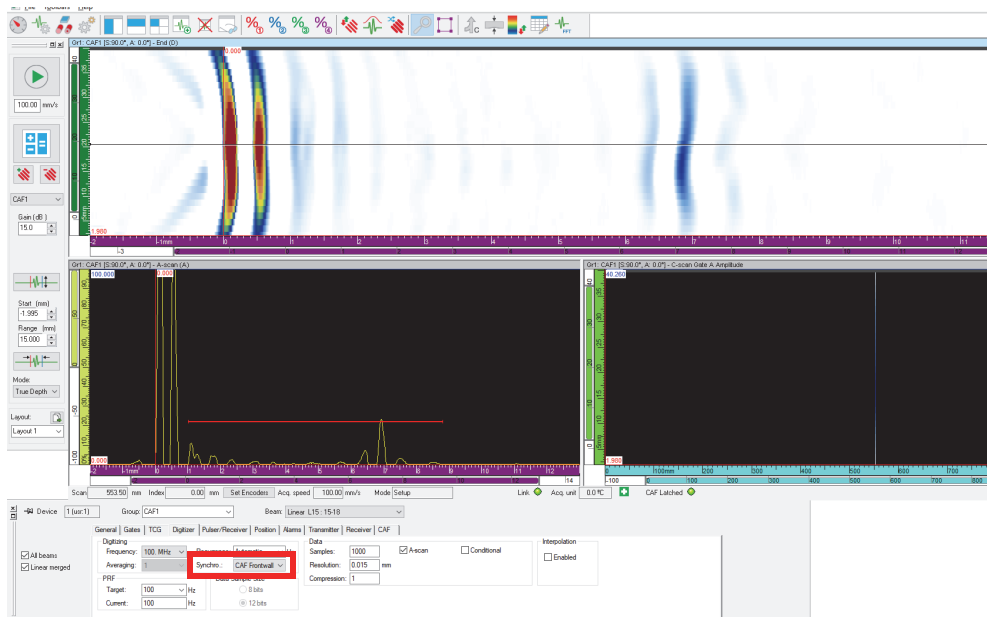

図 4-61 同期された CAF
9. [UT Settings] > [Digitizer] を選択し、CAF グループをアルゴリズムと同期させ (161 ページの図 4-61)、UT 範囲を設定します。